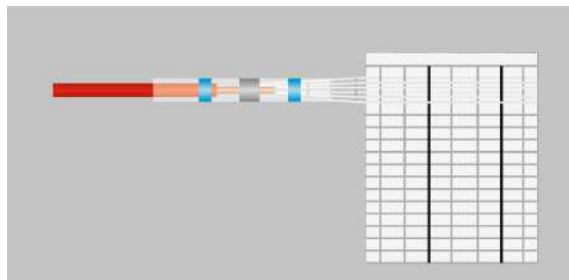

Рис. 3
4. Наденьте соединительную гильзу на провод. Оберните зачищенный медный провод серебряистой шиной (рис. 3).